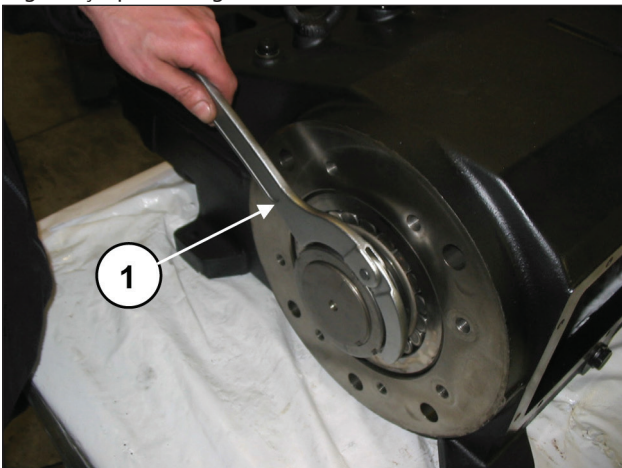
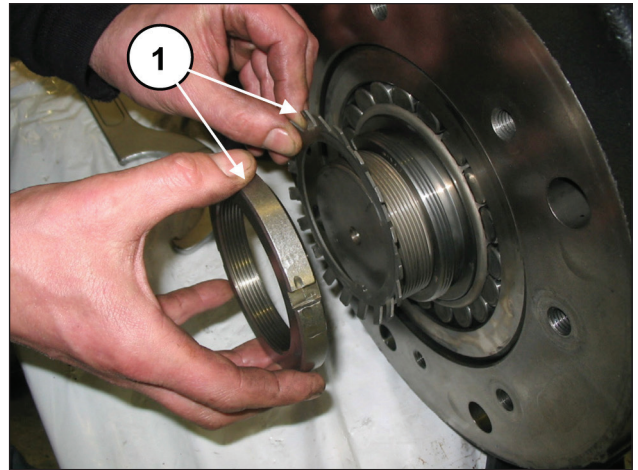

Fig. 18
Fig. 19
Utilizando uma chave própria, trate de desapertar o anel de bloqueio (pos. ①, Fig. 18) depois retire o anel e a anilha de segurança (pos. ①, Fig. 19).